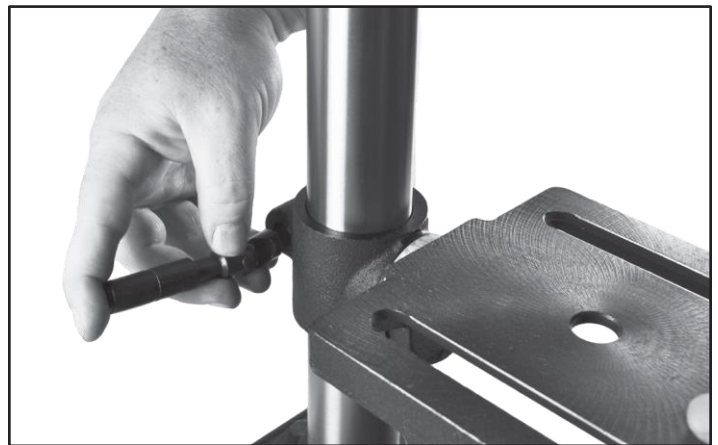

FIG. 2
2. Si no vino instalada desde la fábrica, instale la manija de bloqueo de mesa a través del agujero sin rosca hacia la izquierda del soporte de la mesa. La manija debe enroscarse con la rosca del lado derecho del soporte de la mesa. FIG. 2.